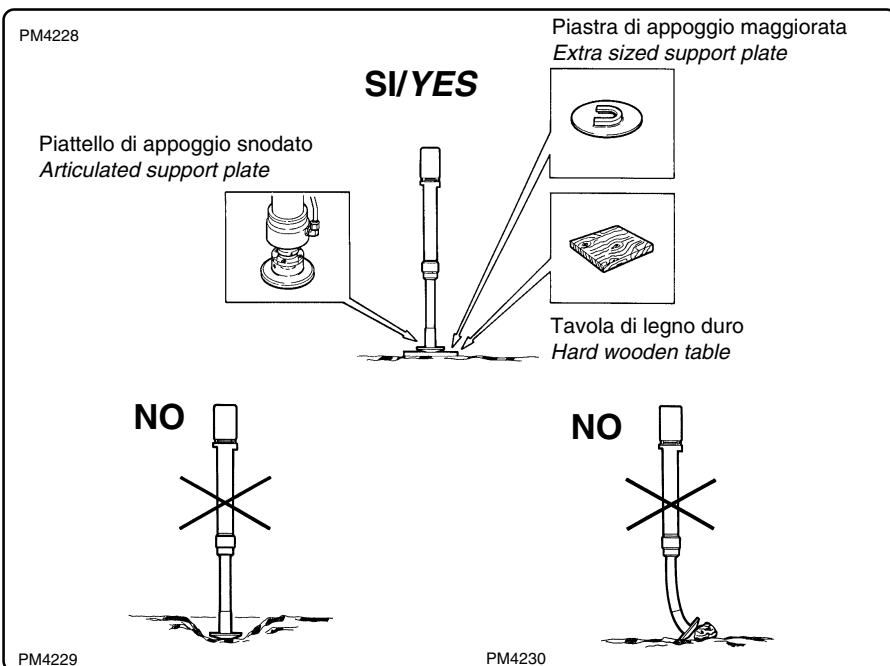

fig. 2.5.2
Porre particolare attenzione al tipo di terreno dove si appoggiano gli stabilizzatori, verificando la solidità e interponendo eventualmente una tavola di legno duro o le nostre piastre d'appoggio maggiore per ottenere una migliore distribuzione del carico trasmesso al suolo (fig. 2.5.2). Per il valore vedi cap. 7 - Dati Tecnici.
***I**t is very important to check that the ground supporting the outriggers is firm. If this is not the case, place a block of hard wood or our raised support plates under the outriggers to give a better distribution of the load on the ground (fig. 2.5.2).*
Porre particolare attenzione al tipo di terreno dove si appoggiano gli stabilizzatori, verificando la solidità e interponendo eventualmente una tavola di legno duro o le nostre piastre d'appoggio maggiorate per ottenere una migliore distribuzione del carico trasmesso al suolo (fig. 2.5.2 - 2.5.3). Per il valore vedi la pagina 20/30.
It is very important to check that the ground supporting the outriggers is firm. If this is not the case, place a block of hard wood or our raised support plates under the outriggers to give a better distribution of the load on the ground (fig. 2.5.2 - 2.5.3).